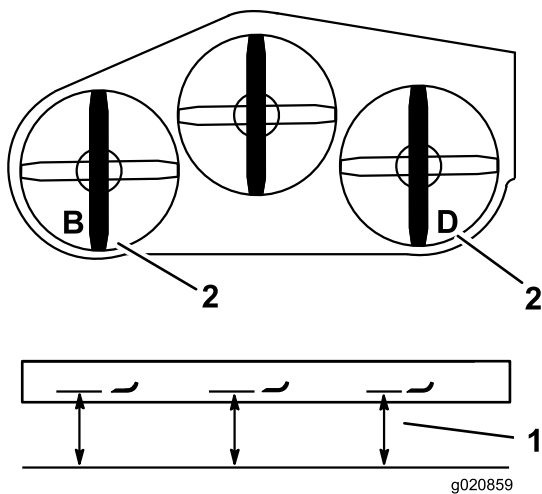

Figure 81
2. Mesurez et notez la distance au point **B** entre la surface plane et le tranchant de la pointe de la lame gauche (Figure 81).
3. Mesurez et notez la distance au point **D** entre la surface plane et le tranchant de la pointe de la lame droite (Figure 81).
Remarque: La mesure au point **B** doit être égale à 3 mm ($\frac{1}{8}$ po) près à la mesure au point **D** Figure 81 Si ce n'est pas le cas, passez aux opérations suivantes.